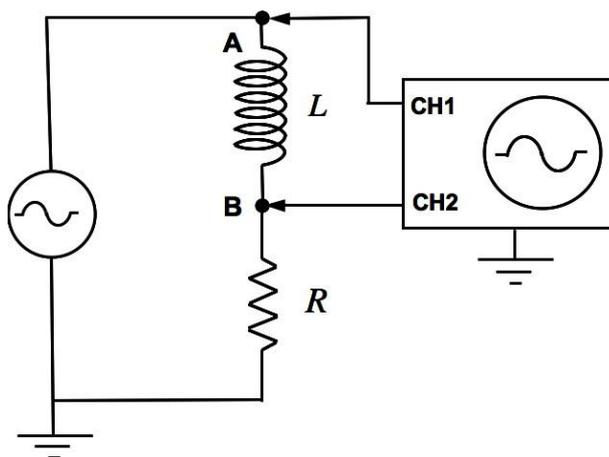

Figura 4: Circuito a ser utilizado para a verificação da lei de Ohm em indutores sujeitos a correntes alternadas.
Vamos novamente verificar a Lei de Ohm, desta vez para indutores. Queremos verificar como se comporta a reatância indutiva com a frequência. Para isso vamos montar o circuito da **Figura 4** abaixo, usando um indutor na faixa de $5\text{mH} < L < 50\text{mH}$ e $R = 100\Omega$. Como fizemos nas **Aula 6 e 7**, vamos medir a voltagem no resistor de 100Ω e determinar a corrente através deste resultado, fazendo $i_0 = V_o^R/R$.
- 8) Monte o circuito da **Figura 4**, ligue os equipamentos e ajuste o gerador (CH1) para um sinal senoidal, com frequência $f_1 = 1\text{kHz}$. Com o osciloscópio, meça o período T_1 com sua respectiva incerteza e determine a frequência f_1 , também com sua respectiva incerteza.